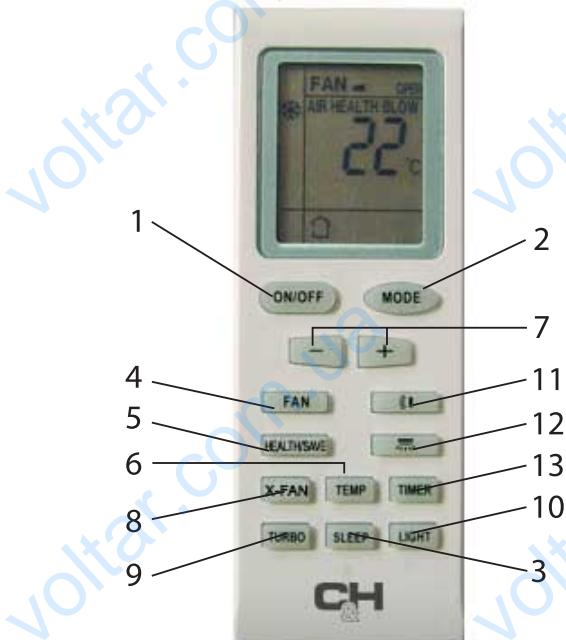

Рис. 1.1
- Для управления кондиционера применяется беспроводной инфракрасный дистанционный пульт (рис. 1.1).
- Комментарии к рис. 1.1 см. таблицу 1.1.